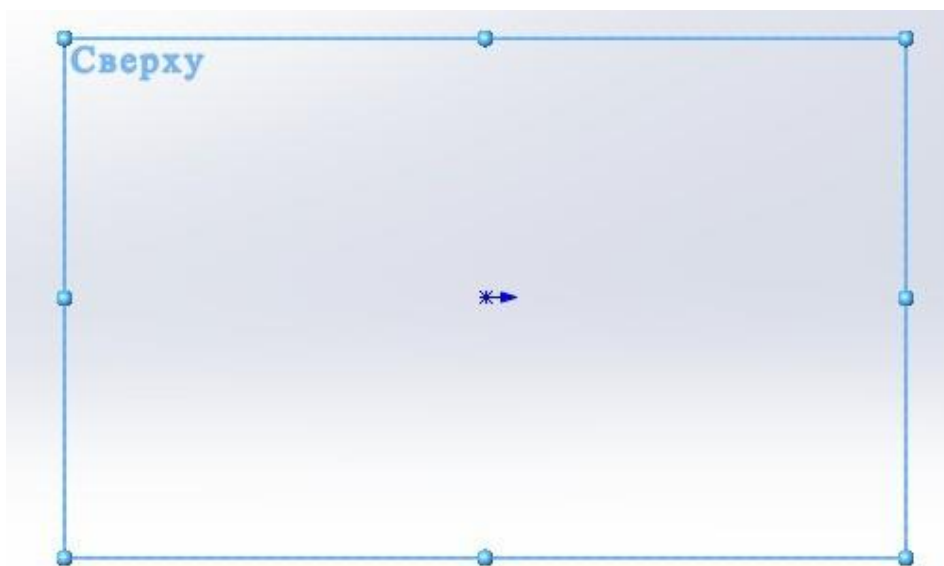

Рисунок 1.9 - Перпендикулярна орієнтація площини проектування
3.1. Вибрати в Дереві конструювання, шляхом наведення курсору і натискання лівої кнопки миші, площину "Зверху" (рис. 1.9).
3.2. Орієнтувати обрану площину в напрямку "Перпендикулярно" (рис. 1.9), вибравши кнопку  в панелі **Орієнтація видів**.